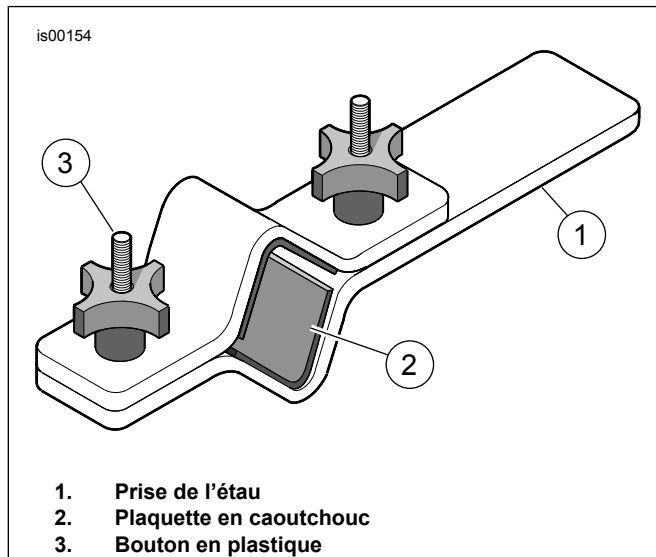

Figure 6. Fork Tube Holder (Support de tube de fourche) (HD-41177)
- Voir la figure 6. Installer la fourche dans le support de tube de fourche (HD-41177) comme suit :
- Bloquer l'extrémité de l'outil (1) en position horizontale, dans un étau.